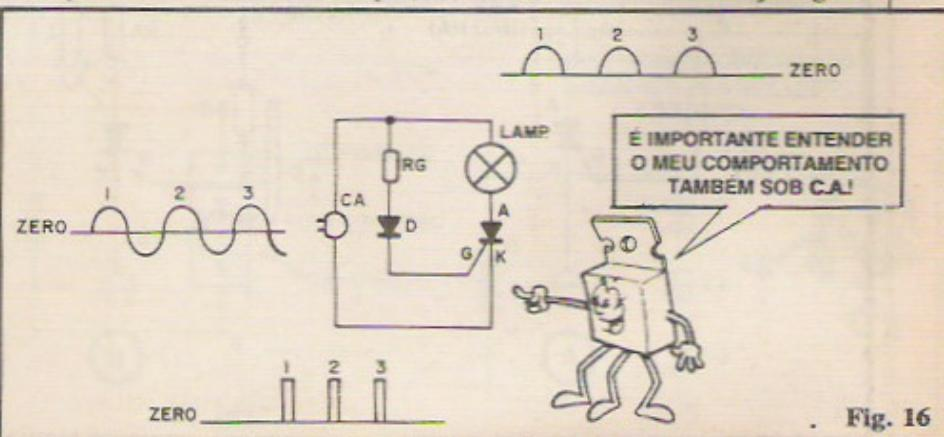

Fig. 16
- FIG. 16 - O SCR em CA. Até o momento falamos e mostramos estruturas de polarização e alimentação baseadas unicamente em Corrente Contínua, com positivo e negativo fixos e definidos... Entretanto, com qualquer diodo, o SCR pode também trabalhar sob alimentação de Corrente Alternada! Conforme mostra o diagrama, a carga/lâmpada acoplada ao anodo pode ser controlada pelo SCR, bastando lembrar de alguns pequenos cuidados e condições... **Primeiro:** sob nenhuma hipótese, num SCR, o terminal de gate G pode ficar, ainda que momentaneamente, negativo com relação ao catodo K... Assim, se mesmo o sinal de controle for aproveitado da eventual alimentação CA (como no diagrama), é importante intercalar-se o diodo D de proteção, de modo que apenas condições positivas possam atingir o terminal G. **Segundo:** notem que um SCR é um dispositivo de "mão única", ou seja: ele não conduzirá corrente quando seu anodo/catodo se encontrarem inversamente polarizados! Assim, no caso do arranjo, mesmo mantendo-se o SCR "ligado", a lâmpada acoplada ao anodo apenas será energizada nos semi-ciclos positivos da CA! Una lâmpada de 100W, num exemplo,